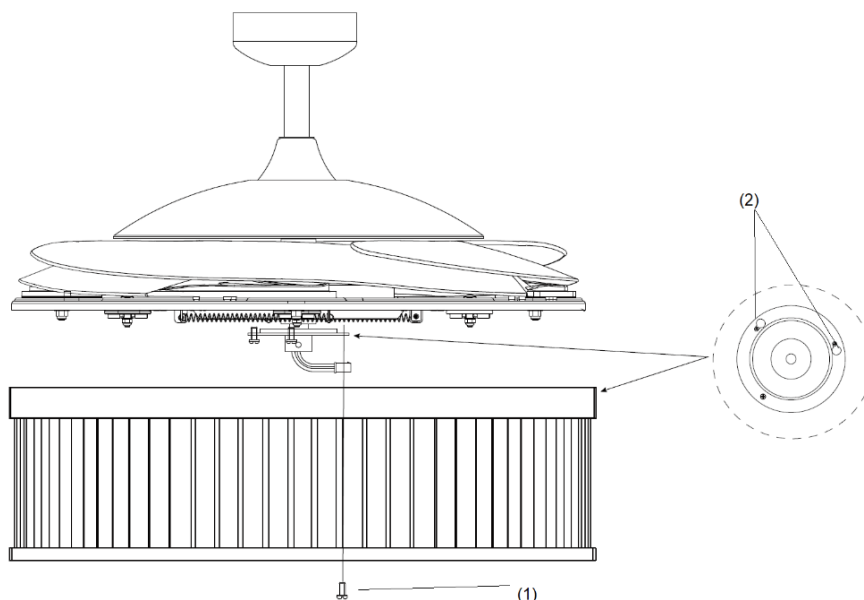

Abb. 6
### INSTALLATION DES BELEUCHTUNGSSETS (Abb. 6 und 7)
1. Lösen Sie die Schraube (1) an der Ventilatorhalterung. Lassen Sie die beiden Schlitzschrauben mit den Langlöchern (2) der Beleuchtungshalterung fluchten. (Abb. 6)
2. Drehen Sie das Beleuchtungsset gegen den Uhrzeigersinn, bis die Schlitzschrauben am Langlochanfang (2) fest sitzen.
3. **Fixieren Sie die Schraube (1) an der Halterung des Lampenschirms. Ziehen Sie alle drei Schrauben fest. Überziehen Sie die Schrauben nicht.**